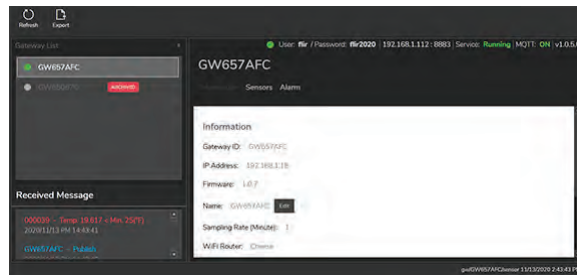

Figure 8.5 Écran d'ouverture de l'application sur PC Windows.
1. Ouvrez l'application Windows sur votre PC. L'écran d'ouverture est illustré à la Figure 8.5 ci-dessus (avec l'onglet Informations sélectionné).